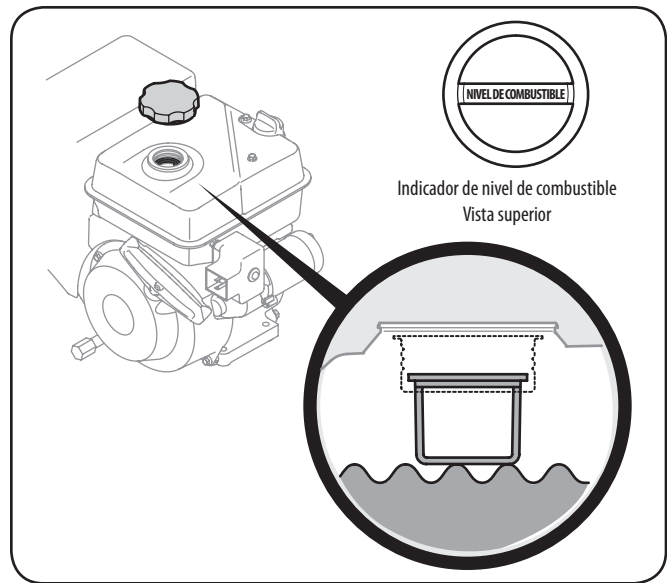

Figura 3-4
- NOTA:** En los tanques que tienen un indicador del nivel de combustible, llene el tanque hasta que el combustible alcance la marca indicadora “fuel full (combustible lleno)”. Consulte la Figura 3-4. Para todos los demás tanques, llene el tanque hasta que el combustible llegue a ½ pulgada por debajo de la base del cuello de llenado para dejar espacio para la dilatación del combustible. Tenga cuidado de no llenar en exceso.